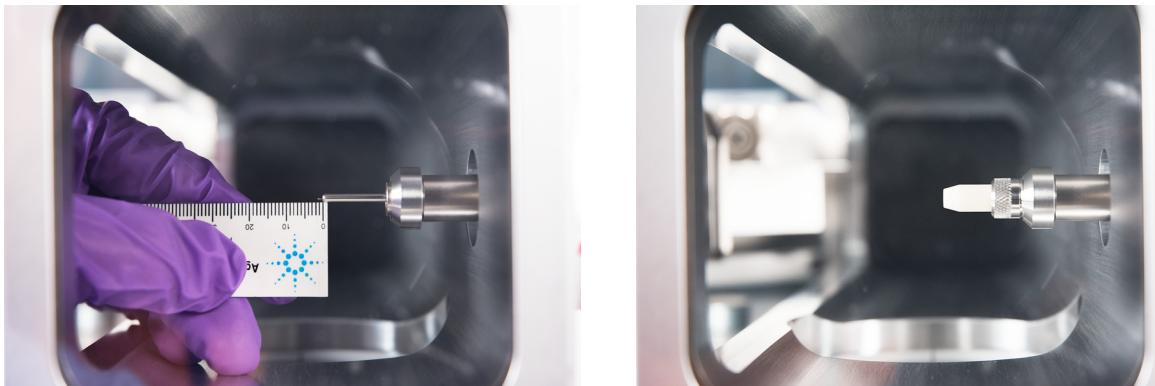

Figura 5 Instalación de una columna capilar en la interfase de GC/MS para una fuente de EI
- Sello de la punta de la interfase común (G3870-20542) para usar con las fuentes de CI e Inerte+ EI cuando se instala una línea de transferencia de CI (consulte Figura 5)
Para la instalación de una fuente de EI (Figura 5), la columna sobresale de 1 a 3 mm.
- 12** Instale la punta del aislamiento en el extremo de la interfase de GC/MS. Para la interfase de GC/MS de IC y la interfase de GC/MS de EI con una fuente extractora de EI (Figura 5), instale el resorte del sello de la punta, luego alinee e inserte con suavidad la punta con tuerca estriada sobre el extremo de la columna y atornille la tuerca estriada al extremo de la interfase. Para la interfase de GC/MS de EI con una fuente de EI estándar o inerte, no es necesario utilizar un sello de punta.
- 3 Retire la punta del aislamiento del extremo de la interfase de GC/MS. Para la interfase de GC/MS de CI (Figura 5 en la página 45), quite la punta y su resorte del extremo de la interfase. Para la interfase de GC/MS de EI, destornille el sello de punta del soporte y retírelo (Figura 5 en la página 45).
Para la instalación de una fuente de EI (Figura 5), la columna sobresale de 1 a 3 mm
- 13 Instale la punta del aislamiento en el extremo de la interfase de GC/MS. Para la interfase de GC/MS de IC y la interfase de GC/MS de EI con una fuente extractora de EI (Figura 5), instale el resorte del sello de la punta, luego alinee e inserte con suavidad la punta con tuerca estriada sobre el extremo de la columna y atornille la tuerca estriada al extremo de la interfase. Para la interfase de GC/MS de EI con una fuente de EI estándar o inerte, no es necesario utilizar un sello de punta.